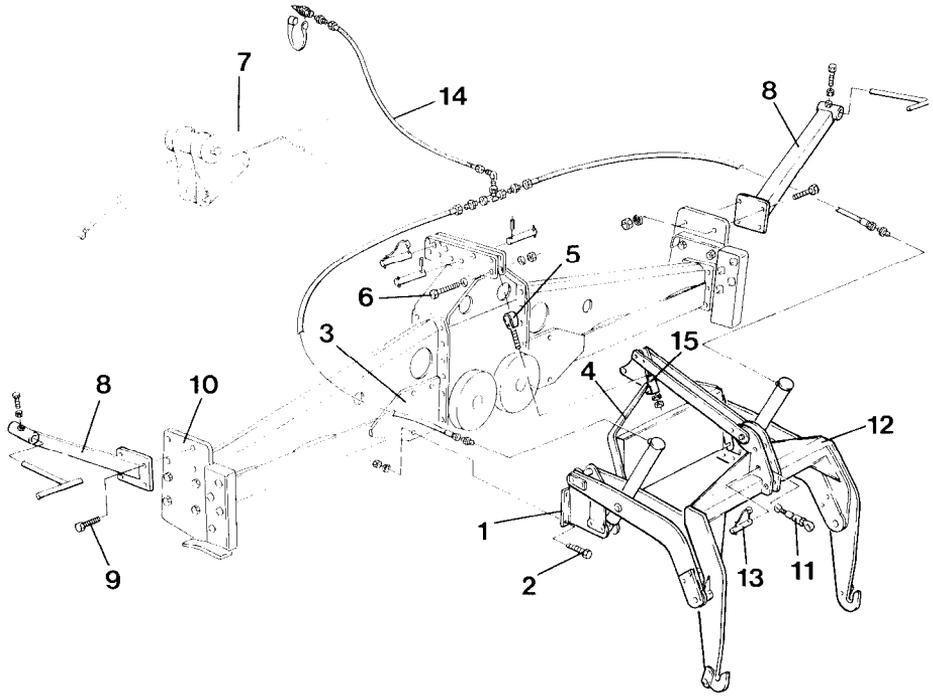

Fig. 49
- Abstützrahmen (Fig. 49/1) beidseitig mit 4 Skt.-Schrauben M 12x35 (Fig. 49/2) am Rahmenseitenteil (Fig. 49/3) befestigen.
- Am oberen Dreipunkt der Rüttelegge ist der Spannrahmen (Fig. 49/4) mit der Spannschraube (Fig. 49/5) und der Skt.-Schraube M 20x100 (Fig. 49/6) zu befestigen.
- Der Oberlenkerbock (Fig. 49/7) ist am oberen Dreipunkt der Rüttelegge nach Fig. 49 zu befestigen und zu sichern.
- Seitenstützen (Fig. 49/8) mit je 4 Skt.-Schrauben M 12x40 (Fig. 49/9) an den Abstützrahmen (Fig. 49/10) für die Packerwalze befestigen.
- Den kurzen Oberlenker (200–260 mm – Fig. 49/11) am oberen Anlenkpunkt der Sämaschine und am Kupplungsrahmen (Fig. 49/12) mit dem Bolzen ϕ 25x100 mm lang (Fig. 49/13) abstecken und Sämaschine gerade ausrichten.
- Den vormontierten Hydraulikschlauch (Fig. 49/14) oberhalb des Spannrahmens und unterhalb des Oberlenkerbocks des „Huckepack“-Systems verlegen und an den Hydraulikzylindern anschließen. Das Sicherungsblech (Fig. 49/15) verhindert das Verschieben des Hydraulikschlauches nach hinten.